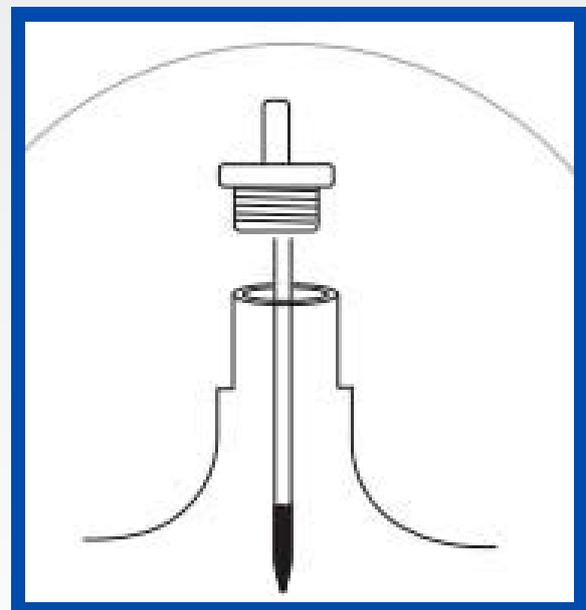

Figura 13 – Representação da verificação da vareta de nível de óleo lubrificante do motor
- Retire a vareta do óleo (Figura 13);